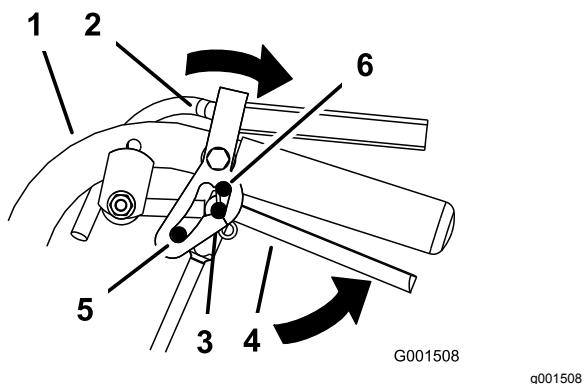

Bild 10
2. Legen Sie die Daumen auf den oberen Teil der Arretierungen und schieben sie nach hinten, bis die Stifte in der NEUTRAL-Stellung sind (Bild 10).